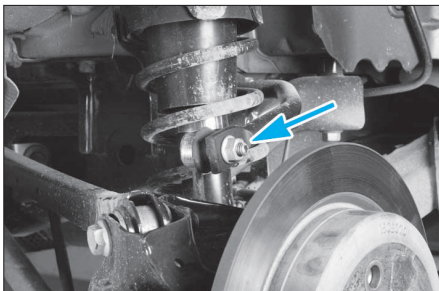

FIG. 29
- la fixation supérieure de la bielle sur la barre stabilisatrice (Fig.29).